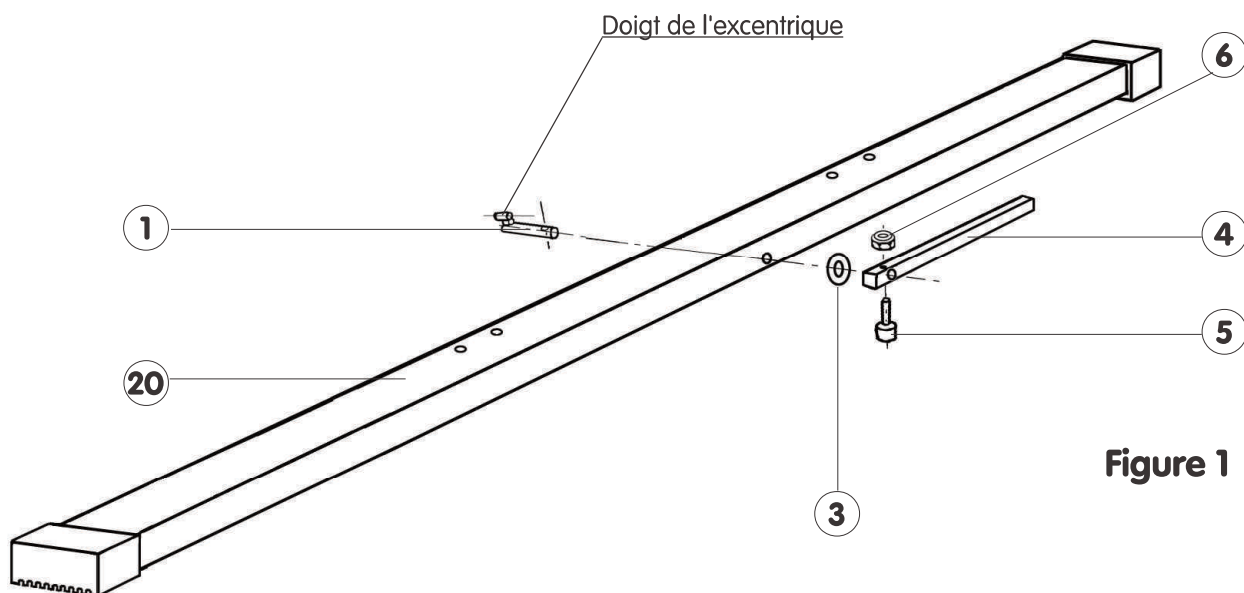

Figure 1
- 1 - Monter chaque excentrique (1), dans le trou de chacun des pieds (20). Enfiler une rondelle d'appui (3), puis le levier (4) en position horizontale sur l'excentrique (1) suivant la Figure 1.
**Important** : il est impératif de respecter le sens de montage du levier (4) par rapport à l'excentrique en positionnant le «doigt» vers le haut.
- 2 - Verrouiller le montage en introduisant la vis (5) à travers le levier (4) et l'excentrique (1), puis serrer fortement l'ensemble à l'aide de l'écrou (6) (voir Fig. 1).